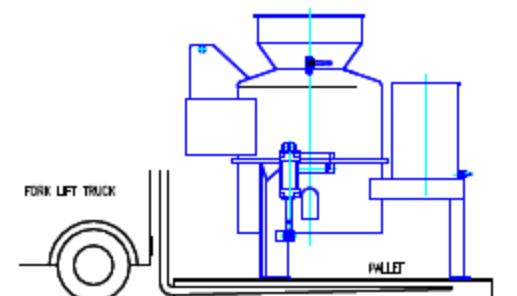

Abb. 4.3-1: Benutzung eines Gabelstaplers
- ≡ Transportieren Sie die Maschine mit Hilfe eines Gabelstaplers an die für die Installation vorgesehene Stelle. Achten Sie darauf, die Palette so mit der Hubgabel aufzunehmen, dass die Last nicht aus dem Gleichgewicht gerät. Führen Sie die Hubgabel vorsichtig an den auf den Paletten gekennzeichneten Punkten (auf der gegenüberliegenden Seite des Motors) ein (s. Abb. 4.3-1).